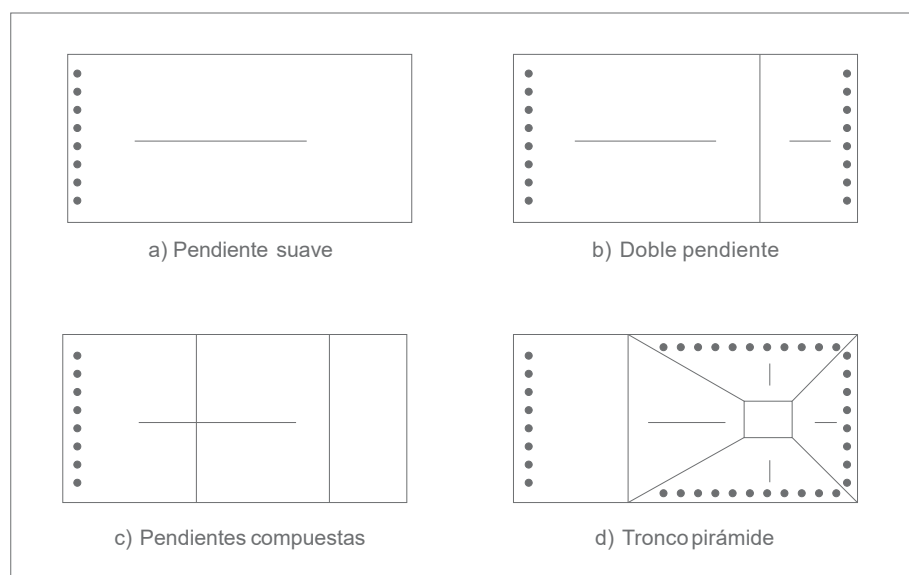

Figura 14: Fijación mecánica en las pendientes
a) fijar previamente el fondo o el talón de la pared mediante ribetes (cinco ribetes por metro lineal) según uno de los métodos descritos en la figura 14, en función de cada caso concreto;